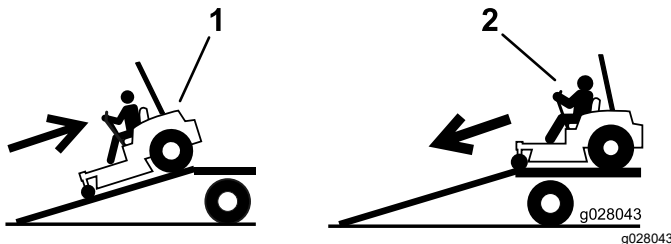

Bild 38
4. Fahren Sie die Maschine rückwärts die Rampe hoch (Bild 38).